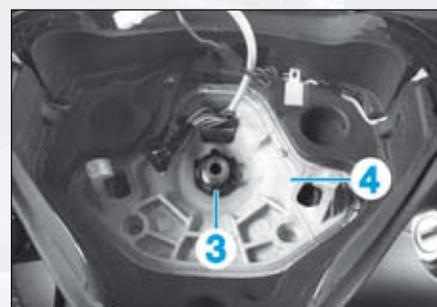

FIG.12
- Déposer le cache sur l'écrou (3) du volant (Fig.12).
- Desserrer l'écrou (3) (douille Ø 24 mm) de quelques filets.
- Débloquer le volant de direction (4).
- l'écrou (3),
- le volant (4).